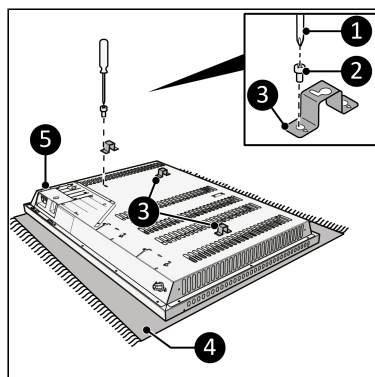

Figure 58.
8. Posez l'appareil sur une surface douce et stable (Figure 58, pos. 4).
9. Vissez et serrez trois supports (Figure 58, pos. 1) des deux côtés du corps principal (Figure 58, pos. 5) avec une petite vis (Figure 58, pos. 2) à l'aide d'un tournevis Phillips (Figure 58, pos. 3).